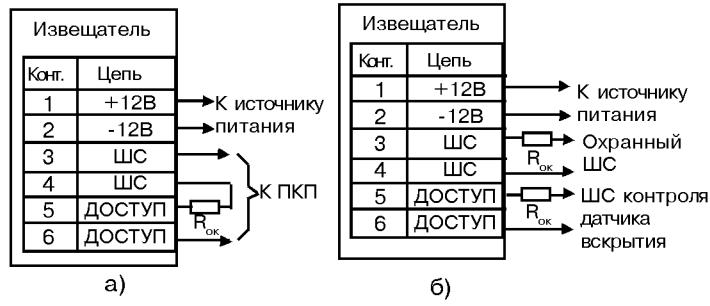

Рис.3
- Выполните соединения согласно рис.3а (для подключения в один ШС) и рис. 3б (с контролем датчика вскрытия отдельным ШС);